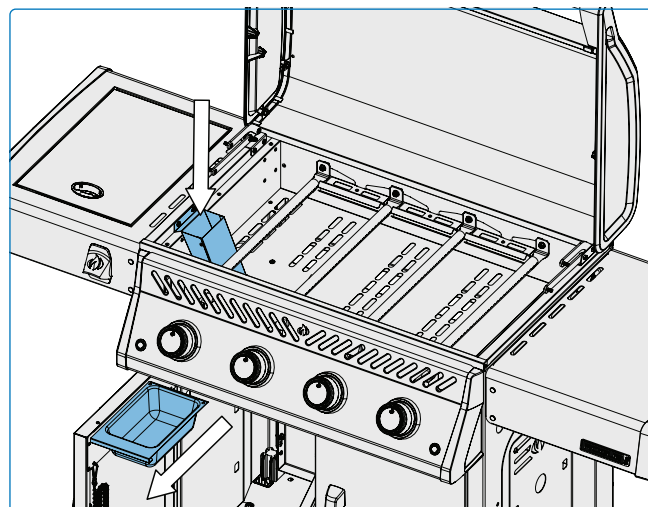

Fig. 12
1. Une fois que l'appareil a complètement refroidi, retirez avec précaution le plateau d'égouttage du chariot de l'appareil, sans le faire basculer. (Fig. 12).